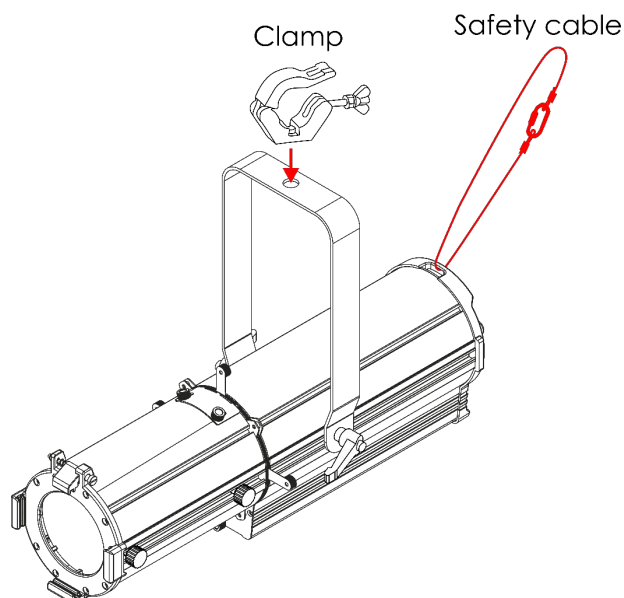

Fig. 09
- 01) Per fissare il dispositivo alla struttura di supporto, utilizzare un morsetto, come illustrato nella Fig. 09. Assicurarsi che il dispositivo non possa muoversi liberamente.
- 02) Assicurare il dispositivo con una sospensione secondaria, ad esempio un cavo di sicurezza. Assicurarsi che la sospensione secondaria sia in grado di sostenere 10 volte il peso del dispositivo. Se possibile, la sospensione secondaria deve essere collegata a una struttura di supporto indipendente dalla sospensione primaria. Far passare il cavo di sicurezza attraverso l'**occhiello di sicurezza (02)**, come illustrato nella Fig. 09.